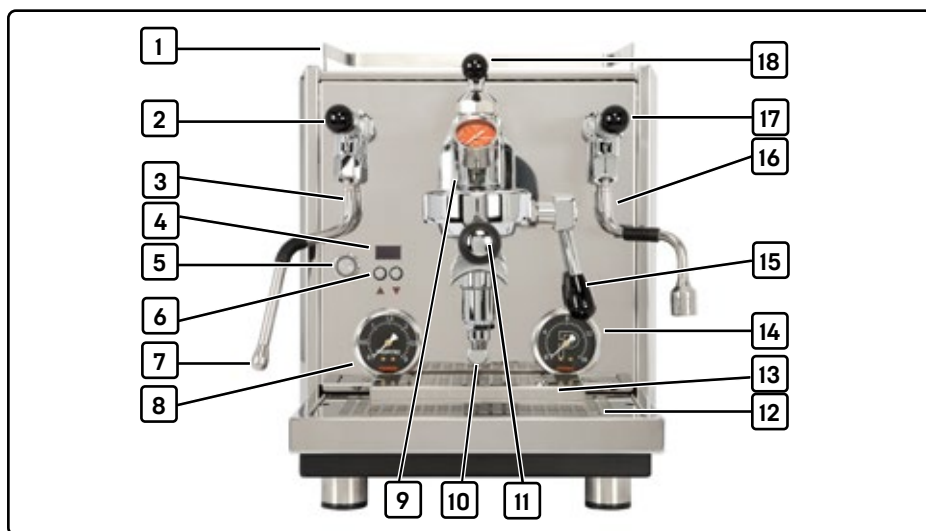

Fig.1 Structure et composants
1. Appuyez sur l'interrupteur principal (1, fig. 1).